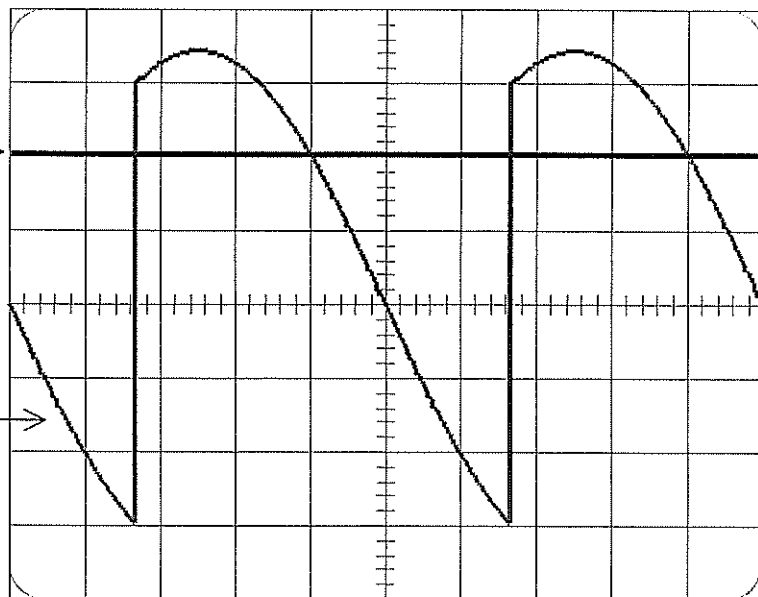

Figure 4
2. 4. La courbe $\langle u \rangle = f(\theta_0)$ est fournie sur la figure 4 de l'annexe 2 page 6.